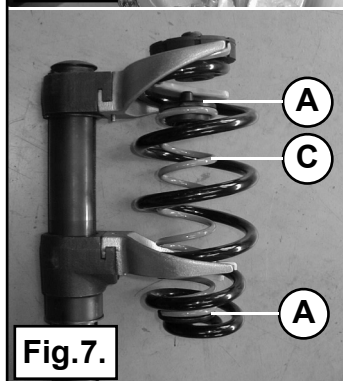

Fig.7.
7. Placez une coupelle en plastique sur le ressort auxiliaire et remplacez le caoutchouc d'origine au dessus du ressort principal. Voir fig. 7.
7. Placera fjädersätet av plast ovanpå hjälpfjädern och sätt sedan tillbaka gummit på huvudfjädern. Se fig. 7.